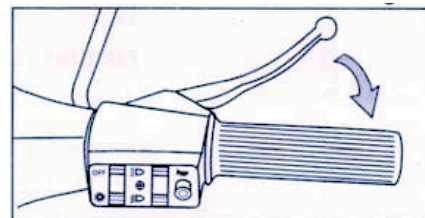

Fig. 27
5.2 **Freno manuale:** Agisce sulla ruota anteriore. Premere la leva del freno manuale verso l'impugnatura girevole (Fig. 27).